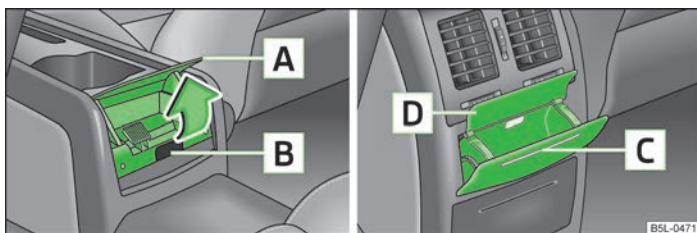

Fig. 65 Scrumiera spate: consola centrală joasă / consola centrală înaltă
- Apucați capacul scrumierei de marginea inferioară **A** » fig. 65 și deschideți-l în sensul indicat de săgeată.
- Apucați scrumiera de mânerul **B** » fig. 65 și scoateți-o pe sus.
- Apăsați pe partea superioară a capacului scrumierei în zona **C** » fig. 65.
- Apucați scrumiera de capac **D** » fig. 65 și scoateți-o afară.